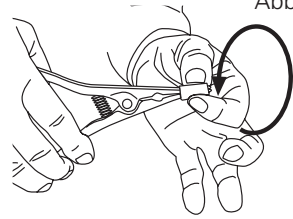

Abb. 9
- 2) Die Separier-Zange langsam ausbreiten und wiederholt kräftig drücken, in dem man einige Sekunden lang an jeder Öffnung verschiebt. Den Vorgang mehrmals wiederholen, in dem man den Elastomer-Adapter (Abb. 9) dreht, bis man eine homogene Separierung erhält.